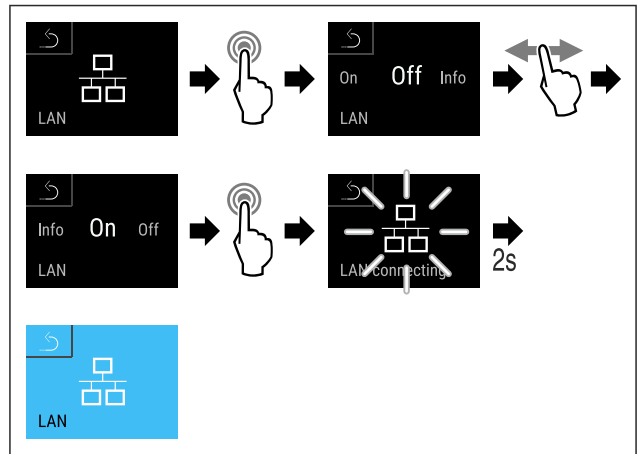

Fig. 126
- ▶ Efectuați pașii de acțiune (vezi Fig. 126).